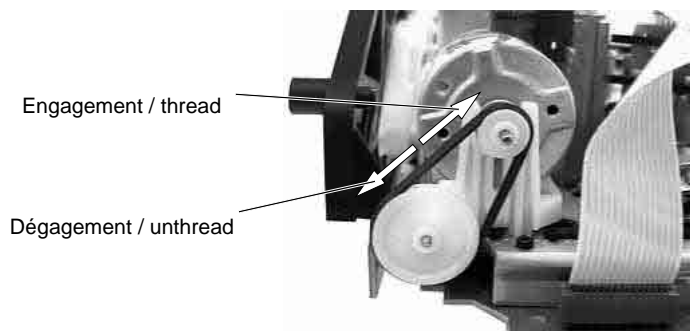
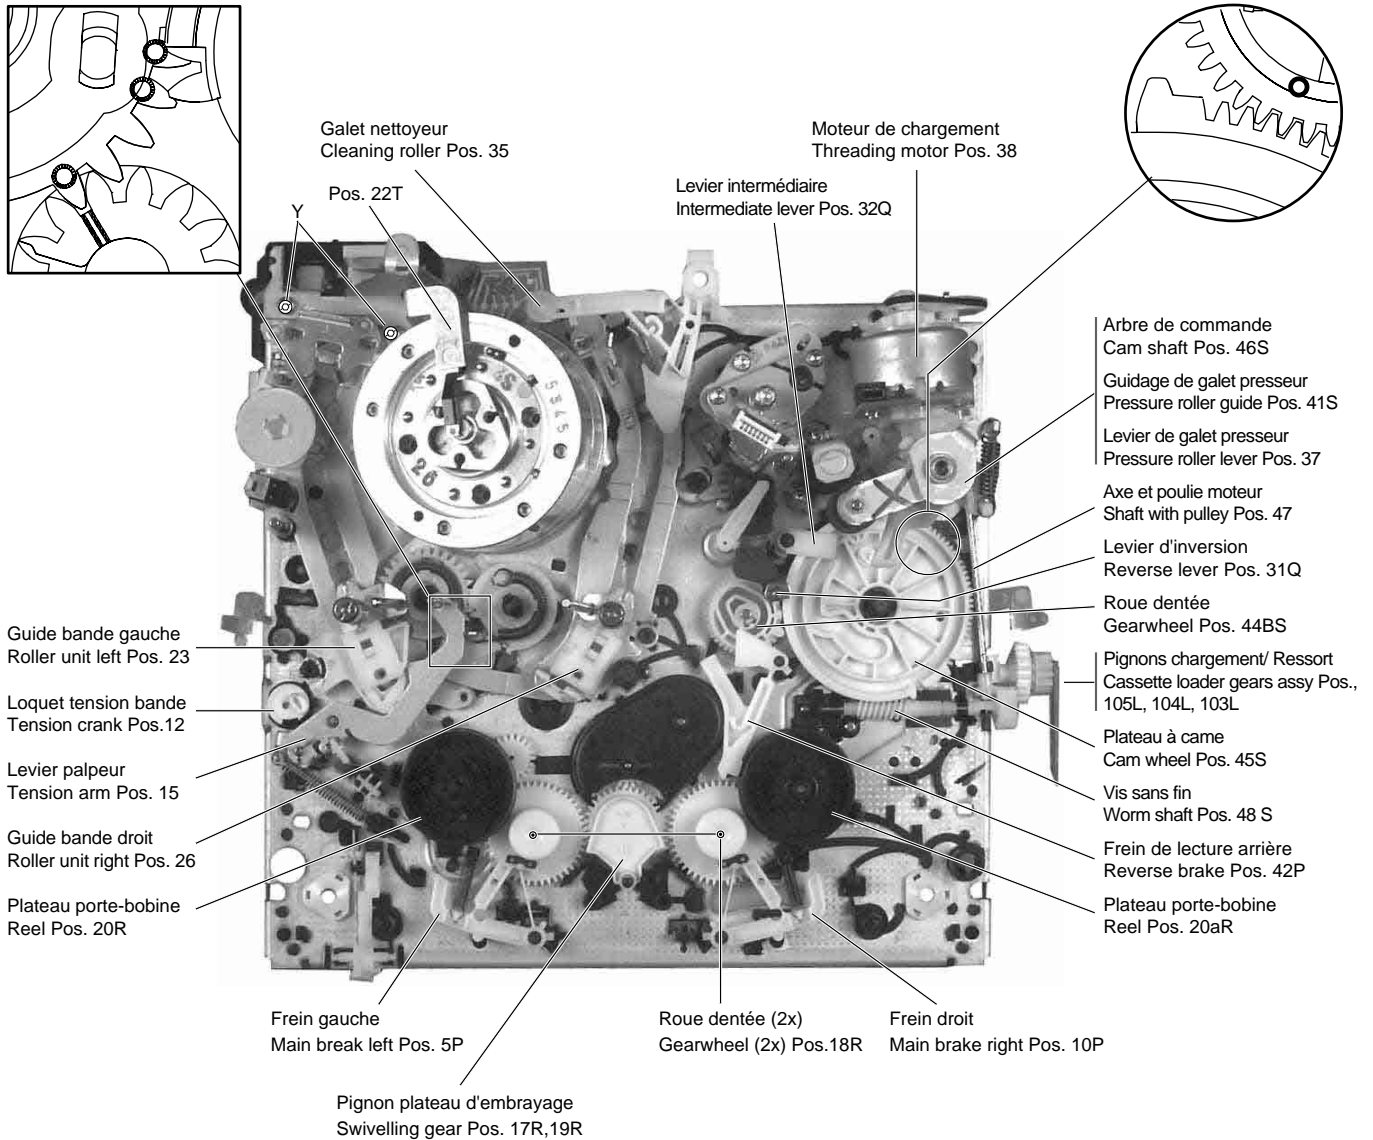
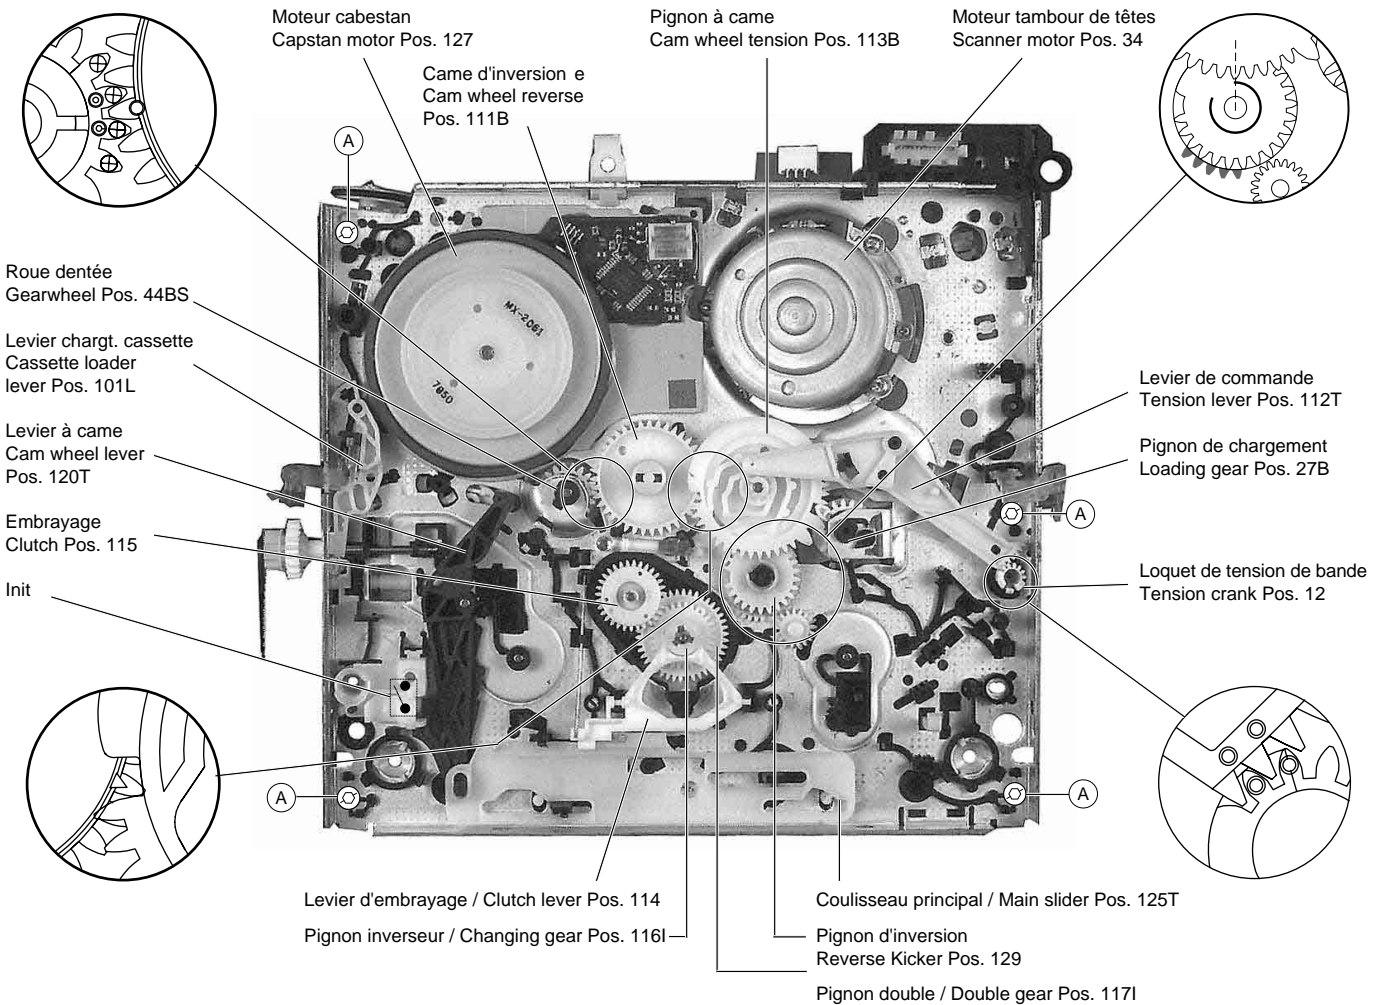
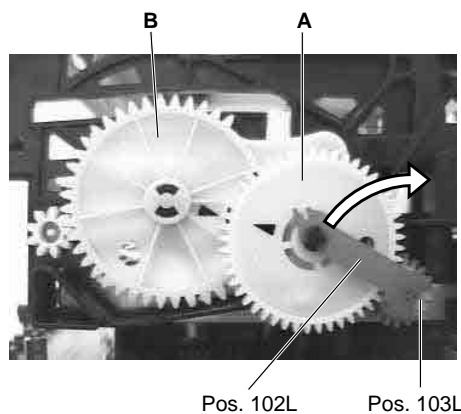

Fig. 3
Fig. 4
Fig. 5
Fig. 6
- Tourner le moteur de chargement dans le sens contraire des aiguilles d'une montre (Fig. 3), jusqu'à la position basse du logement de cassette.
Si en appuyant sur la touche "Eject" la mécanique ne dégage pas la bande et n'éjecte pas la cassette, il est possible d'effectuer manuellement l'opération. Il suffit de tourner l'axe du moteur de chargement (Fig. 3). Pour éviter que la bande ne forme des boucles, actionner simultanément le moteur cabestan (Pos. 127, Fig. 5) dans le sens inverse des aiguilles d'une montre jusqu'à ce que la cassette soit entièrement rembobinée.
- Turn the threading motor counterclockwise (Fig. 3) until the cassette compartment is down.
If the tape deck does not unthread and eject the cassette by pressing the Eject button this function can also be effected manually by turning the driving gear at the threading motor (Fig 3). To avoid slackening of the tape, turn the capstan motor (counterclockwise, Pos. 127, Fig. 5) and the driving gear alternately until the tape is completely wound up in the cassette.
Ci-après sont représentées en détail les pièces marquées et positionnées pour le montage des parties supérieures et inférieures (Fig. 4, Fig. 5).
The following diagrams show in detail the marked components and their correctly aligned position on the top and bottom side (Fig. 4, Fig. 5).
- Tourner le moteur de chargement dans le sens "engagement de bande" (Fig. 3) jusqu'au déverrouillage du pignon (Pos. 103L, Fig. 6).
- Défaire le clip (Pos. 102L) de l'axe du pignon "A" (Fig. 6).
- Dévisser les 4 vis de fixation (A) (Fig. 5) du compartiment cassette sur la face inférieure de la mécanique.
- Turn the driving gear of the threading motor in the "threading" direction (Fig. 3) until the gearwheel (Pos. 103L, Fig. 6) disengages.
- Release the bracket (Pos. 102L) from the shaft of gearwheel "A" (Fig. 6).
- Unscrew the 4 screws (A) (Fig. 5) on the underside of the cassette compartment.
- Logement de cassette en position basse et pignon "A" (Fig. 6) engagé.
- Remarque:** Lorsque les pignons d'ascenseur de cassette (A et B, Fig. 6) sont pourvus de flèches de marquage celles-ci doivent coïncider.
- Fixer le logement de cassette avec les 4 vis inférieures (A) (Fig.5).
- Verrouiller le clip (Pos. 102L) sur l'axe du pignon "A" (Fig. 6).
- Cassette compartment down, gearwheel "A" (Fig. 6) engaged.
- Note:** For video recorders which are fitted with cassette lift gear wheels (A and B, Fig. 6) marked with arrows, the arrows must show towards each other.
- Fasten the cassette compartment with the 4 screws (A) (Fig. 5) at the bottom.
- Place the bracket (Pos. 102L) onto the shaft of gearwheel "A" and lock it in (Fig. 6).
- Dévisser les 2 vis Y (Fig. 4), puis retirer l'équerre de fixation (Pos. 22T, Fig. 4) et le tambour de têtes.
- Undo 2 screws Y (Fig. 4), remove the bracket (Pos. 22T, Fig. 4) and the head amplifier.